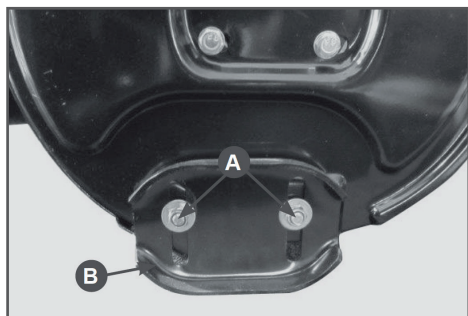

Рис.17 Регулировка высоты забора снега
2. Ослабьте гайки крепления ползков (А), Рис.17) и установите ползки (В) на необходимую высоту. Снова затяните гайки.